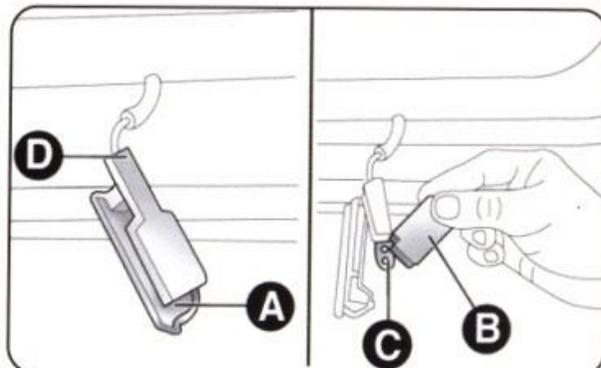

рис. 38
- откройте дверь и снимите фонарь, нажав на защелку А (рис. 38) отверткой;